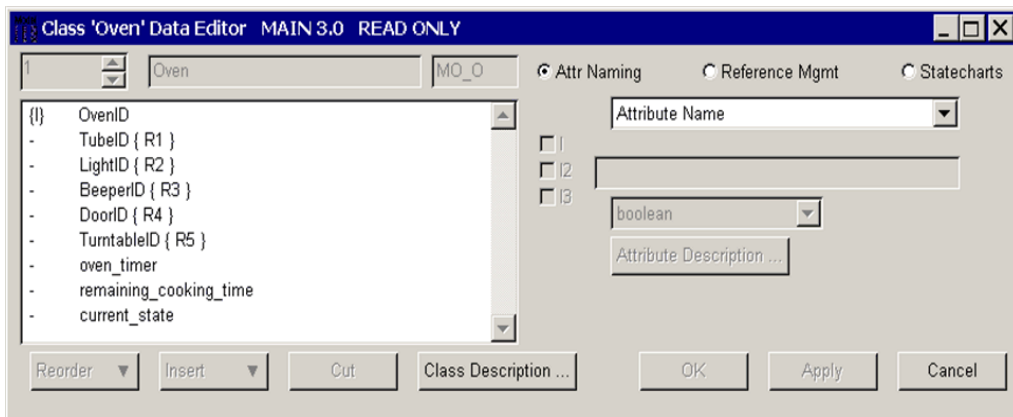

図 4-6: Oven クラスが表示されているクラスデータエディタ
- [Show Class Data Editor] をクリックします。クラスデータエディタが新しいウィンドウに表示されます (図 4-6)。このデータエディタを使用すると、クラス図のクラスに表示されるクラス属性を定義できます。このエディタでは、属性名に加えて、クラスの属性を識別する属性タイプと、クラス図に表示される関係の定式化に伴う属性を特定できます。